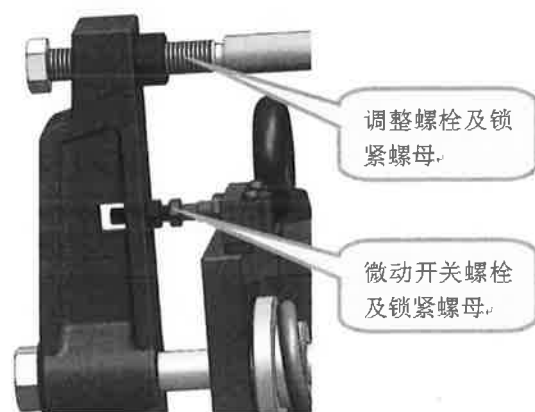

图 10-13
- 2) 将原制动臂上的调整螺栓、调整螺栓用锁紧螺母、微动开关螺栓和微动开关螺栓用锁紧螺母拆下并安装到新制动臂上，见图 10-13。